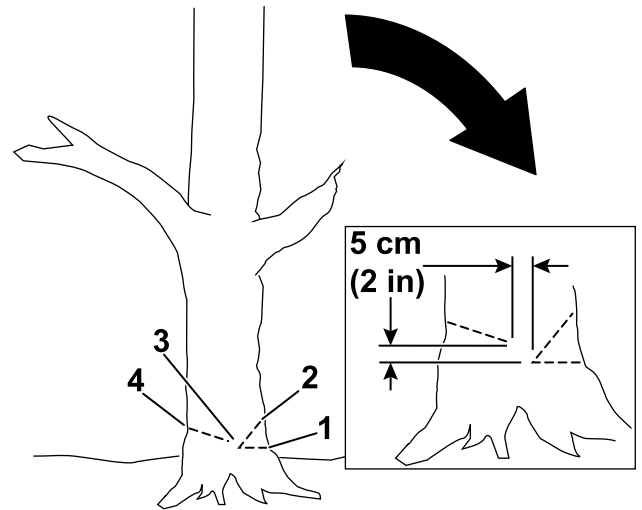

Figure 16
4. Commencez par couper le tiers du diamètre de l'arbre, du côté où vous voulez qu'il tombe (Figure 16).
5. Faites une deuxième coupe pour former une entaille, en commençant à au moins 5 cm au-dessus de la première coupe (Figure 16).
6. Faites la coupe d'abattage du côté opposé à l'encoche, à peu près 5 cm plus haut que le bas de l'encoche, comme montré à la Figure 16.
**Important:** Arrêtez la troisième coupe 2,5 à 5 cm avant l'entaille pour former une charnière entre les coupes (Figure 16), ce qui empêche l'arbre de s'abattre dans la mauvaise direction ou de pivoter dans sa chute.
**Remarque:** Quand la coupe d'abattage se rapproche de la charnière (Figure 16), l'arbre devrait commencer à tomber.